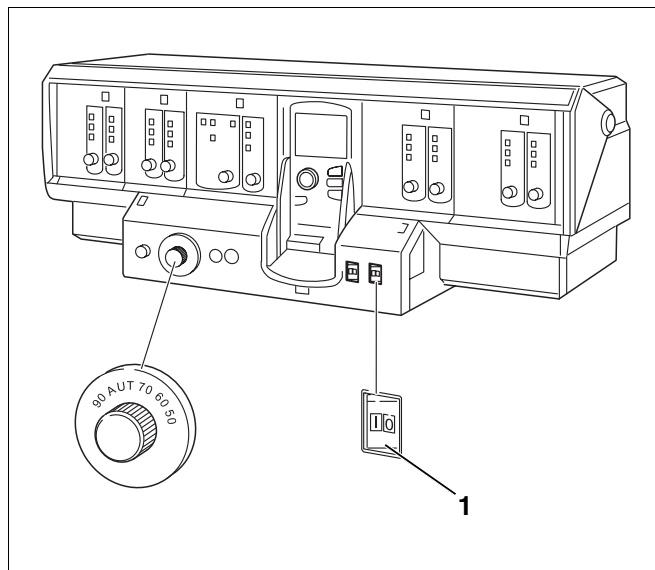

Fig. 70 Exemplificare: Logamatic 4311
- Întrerupătorul (fig. 70, **poz. 1**) de pe aparatul de reglare se comută în poziția "0".